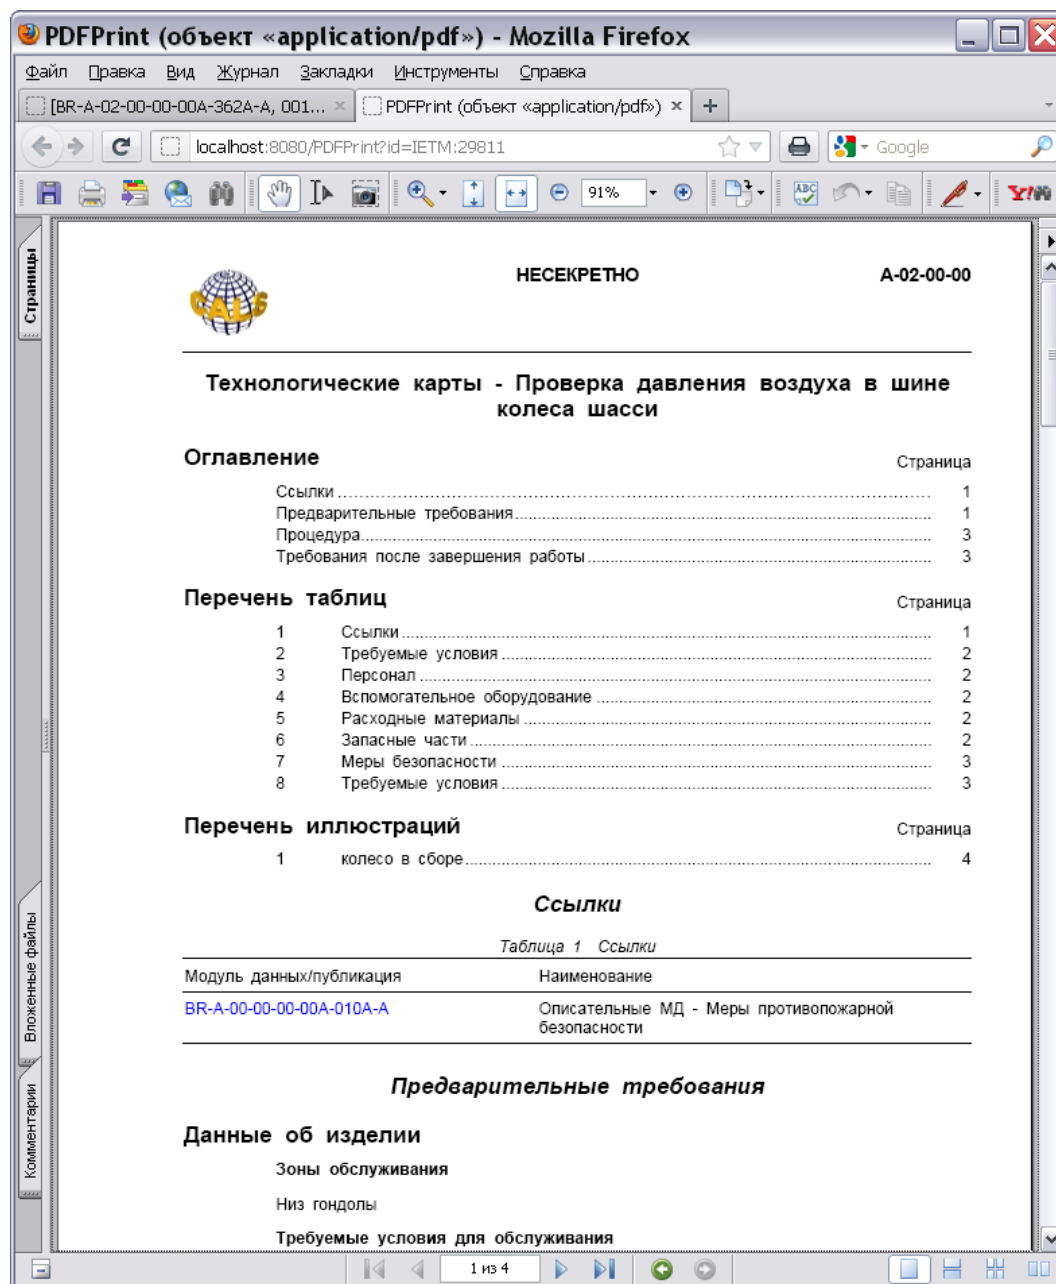

Рис. 34
2. На инструментальной панели нажмите на кнопку . После этого на сервере сформируется Pdf файл и откроется на компьютере пользователя (Рис. 34).